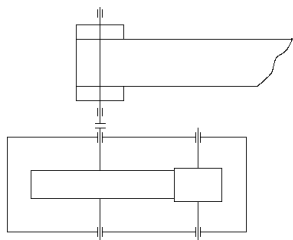
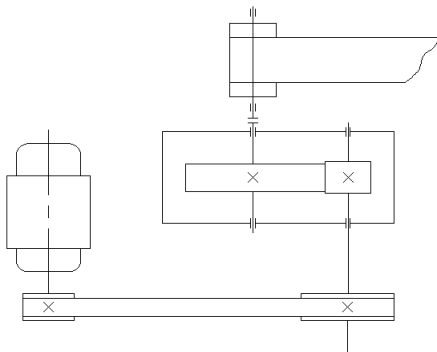

图 3-143 连接卷筒与减速器
图 3-144 带式运输机传动方案简图
(4) 单击“默认”选项卡“修改”面板中的“移动”按钮, 将卷筒和减速器用联轴器连接起来, 效果如图 3-143 所示。
(5) 单击“默认”选项卡“修改”面板中的“移动”按钮, 将图 3-132 中的电动机和传送带与图 3-143 中的卷筒和减速器连接起来, 并补画其他图形, 最终效果如图 3-144 所示。